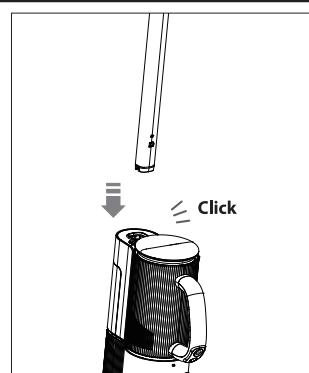

Abb. 5 – Griffmontage
- ▶ Schieben Sie den Griff bis zum Anschlag in den Gerätekörper, bis er hörbar einrastet. Der Griff muss fest im Gerät sitzen (**(siehe Abb. 5)**).